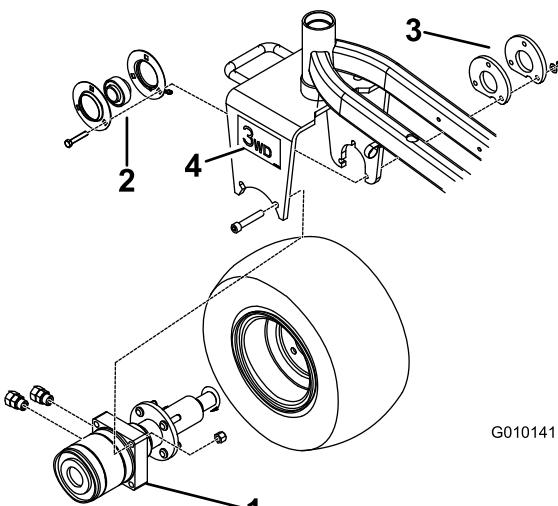

Figure 2
- Déposez le graisseur de l'ensemble moteur et moyeu (Figure 2).
- Insérez des collerettes et un roulement à l'extrémité de l'arbre du moteur comme illustré à la Figure 2.
5. Posez les (2) raccords droits sur le côté du moteur (Figure 2).
6. Placez l'ensemble moyeu et moteur, les collarettes avec le roulement, la plaque adaptatrice et la roue dans la fourche pivotante. Vérifiez que les orifices du moteur sont dirigés vers l'arrière (Figure 2).
7. Fixez le moteur à l'intérieur de la fourche pivotante en serrant légèrement (2) vis à tête creuse et (2) écrous (Figure 2).
9. Montez les collarettes avec le roulement à l'intérieur de la fourche pivotante en serrant légèrement (3) vis 3/8 x 2" neuves, la plaque adaptatrice, le support entretoise, (3) rondelles trempées 13/32 x 13/16 et (3) contre-écrous 3/8".
Remarque: Le graisseur doit être dirigé vers le bas sur la collarette (Figure 2).
15. Apposez un autocollant sur chaque côté de la fourche pivotante (Figure 2).